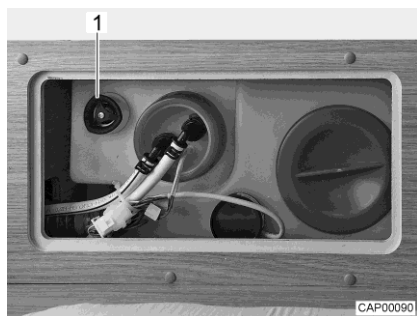

Bild 123 Vattentank med ratt
- Vrid ratt (Bild 123,1) på vattentanken medurs till stoppläget.
- Vrid ratt (Bild 123,1) på vattentanken moturs till motståndet. Vattnet rinner ut tills ca 20 liter är kvar.